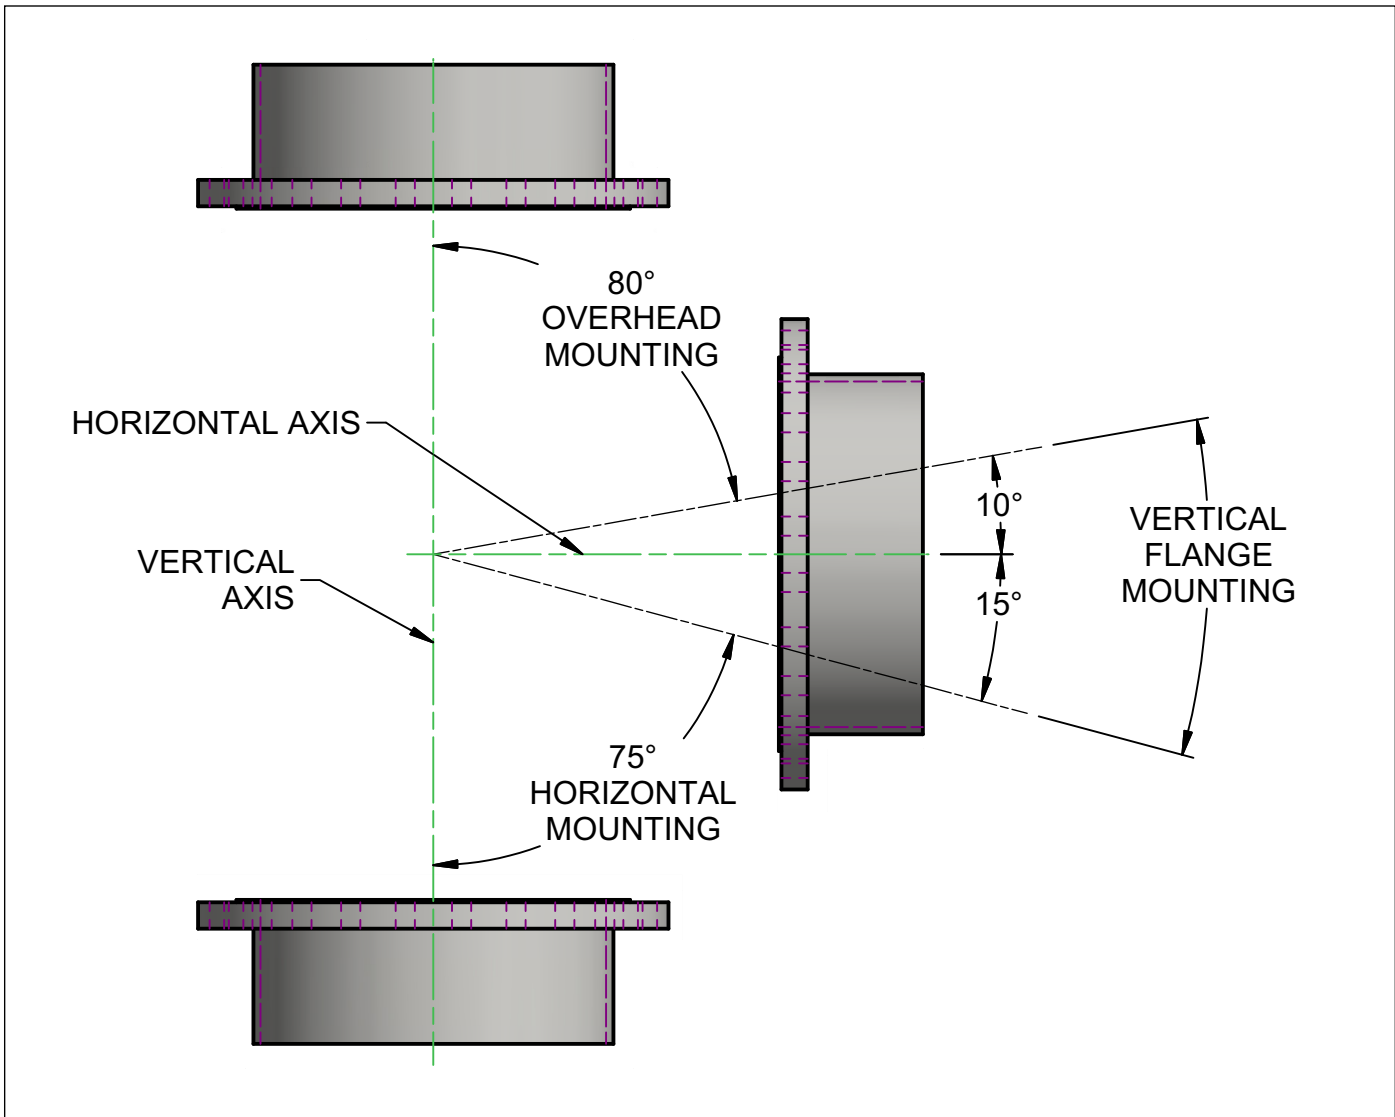

ABBILDUNG 3-3. HINWEISE ZUR MONTAGE
Heberringe an den vom Kunden bereitgestellten Ankerpunkten mit für das Gewicht der Maschine und den entsprechenden Angriffswinkel geeigneten Schlingen angeschlagen werden müssen. Siehe Abbildung 3-3.
- Sollte der Flansch für die Verwendung der Montagefüße zu dick sein, sichern Sie die Maschine an Verankerungen über der Maschine, wobei wenigstens ein Hebering an den vom Kunden bereitgestellten Ankerpunkten mit für das Gewicht der Maschine und den entsprechenden Angriffswinkel geeigneten Schlingen angeschlagen werden muss. Siehe Abbildung 3-3.
- Sollte der Flansch für die Verwendung der Montagefüße zu dick sein, sichern Sie die Maschine an Verankerungen über der Maschine, wobei wenigstens zwei gegenüberliegende Heberinge an den vom Kunden bereitgestellten Ankerpunkten mit für das Gewicht der Maschine und den entsprechenden Angriffswinkel geeigneten Schlingen angeschlagen werden müssen. Siehe Abbildung 3-3.